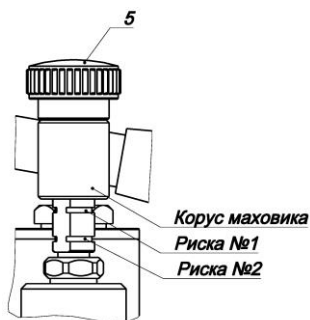

Рисунок 4 – Отсечной клапан
- перевести отсечной клапан (поз. 5) в положение ниже риски 1 (рис. 4);
- перевести отсечной клапан (поз. 5) в положение выше риски 1 (рис. 4);